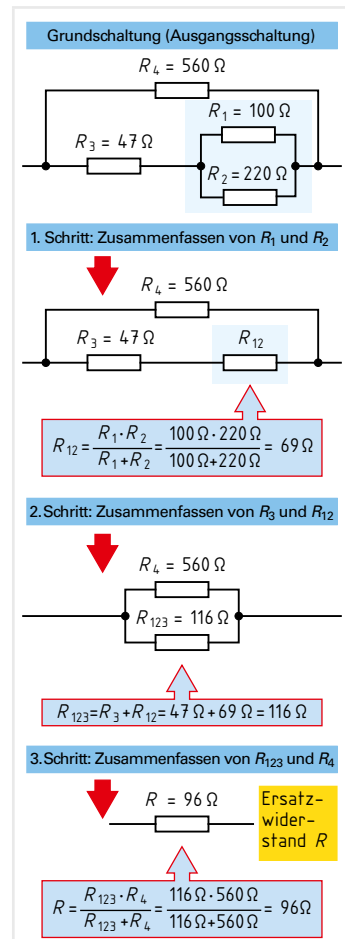

Bild 1: Gemischte Schaltung
In der Praxis kommen häufig Schaltungen vor, die aus der Kombination von Reihenschaltungen und Parallelschaltungen bestehen (**Bild 1**). Solche Schaltungen bezeichnet man als gemischte Schaltungen oder Gruppenschaltungen.
- Zusammenfassen von Reihen- oder Parallelschaltungen zu einem Ersatzwiderstand (**1. Schritt in Bild 1**) nach den Gesetzen der Reihen- oder Parallelschaltung.
- Die neu entstandenen Schaltungen, die als Reihen- oder Parallelschaltungen vorliegen, sind wieder zu einem Ersatzwiderstand zusammenzufassen (**2. Schritt in Bild 1**).
- Schritte wiederholen, bis nur noch ein Ersatzwiderstand vorliegt (**3. Schritt in Bild 1**).